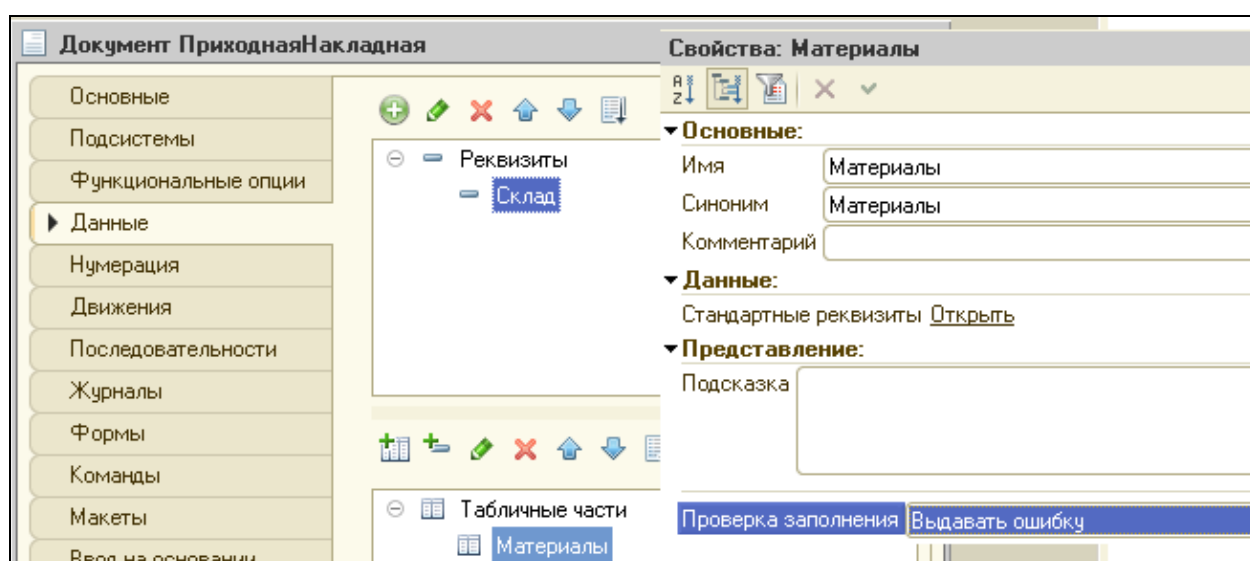

Рисунок 2.3 Свойства табличной части Материалы
5. В нижней части окна добавить к документу табличную часть – **Материалы**. Настроить панель свойств табличной части (рис.2.3).